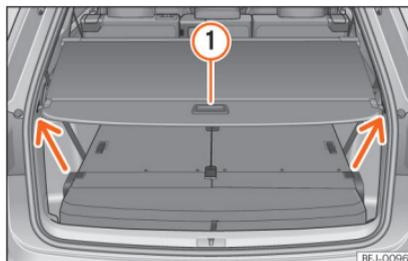

Fig. 119 Na bagageira: chapeleira da bagageira fechada.
- Puxe a cobertura um pouco para trás pelo puxador »» Fig. 119 ① e retire-a para cima da fixação (setas). Guie a cobertura com cuidado para a frente.